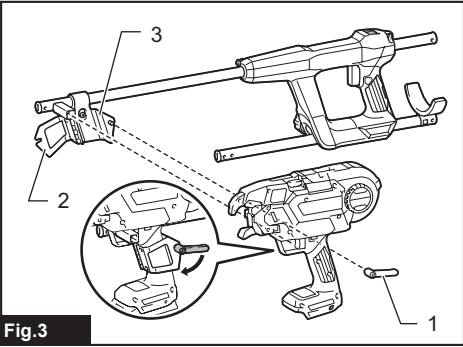

Fig.3
► Fig.3: 1. Latch 2. Door 3. Tool mount
► **Fig.3:** 1. Trava 2. Porta 3. Suporte da ferramenta